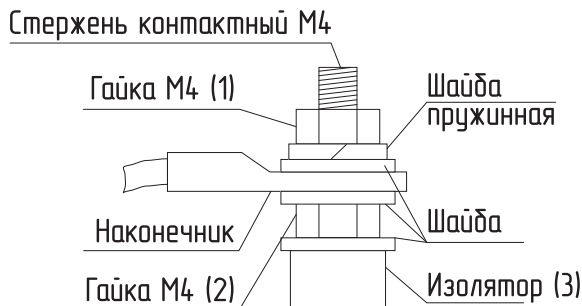

Рис. 15 Присоединение проводов к выводам блок ТЭН
- Гаек на контактных стержнях ТЭН с усилием 1,8 Нм (см. **Рис. 15**);
- При замене блока ТЭН присоединение фазных проводов к выводам блока ТЭН производить согласно **Рис. 15**. Сечение кабеля указано в **Табл. 2**;
- Провод нейтрали «N» подключить на перемычку блока ТЭН (**Рис. 15**).